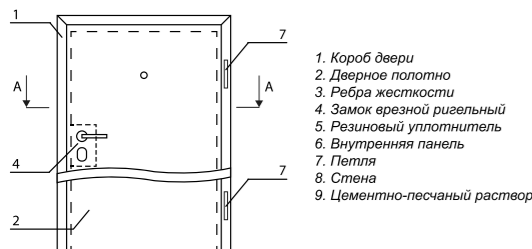

Рис.1. Устройство двери
4.1. Дверь металлическая состоит из коробки (1) (рис.1), изготовленной из стального цельногнутого листа, в виде сложного профиля. На коробку с помощью петель (7) навешивается полотно (2) шитового типа. Внутренняя полость полотна заполнена огнестойким базальтовым утеплителем, обеспечивающим тепло- и шумоизоляцию. Дверное полотно оборудовано ригельным замком (4), выполняющим зацепление полотна с вертикальной стойкой коробки. По периметру дверной коробки для звуко- и теплоизоляции устанавливается уплотнитель (5), заполняющий зазоры между полотном и коробкой.